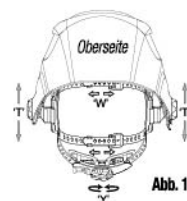

Abb. 18
Der Gesamtumfang des Kopfbands kann durch Drehen des Knopfes an der Rückseite größer oder kleiner gemacht werden (siehe Einstellung „Y“, Abb. 18). Diese Einstellung kann während des Tragens des Schutzhelms gemacht werden und ermöglicht die richtige Spannung, sodass der Schutzhelm nicht zu eng anliegt und gleichzeitig fest am Kopf gehalten wird.
• Wenn das Kopfband zu hoch oder zu niedrig an Ihrem Kopf verläuft, stellen Sie über der Oberseite Ihres Kopfes verlaufende Kopfband ein. Drücken Sie hierzu den Verriegelungsstift aus dem Loch im Band und lösen Sie das Bandende. Schieben Sie die beiden Teile des Bandes nach Bedarf auf eine größere oder geringere Breite und drücken Sie den Verriegelungsstift in das nächste Loch (siehe Einstellung „W“, Abb. 18).